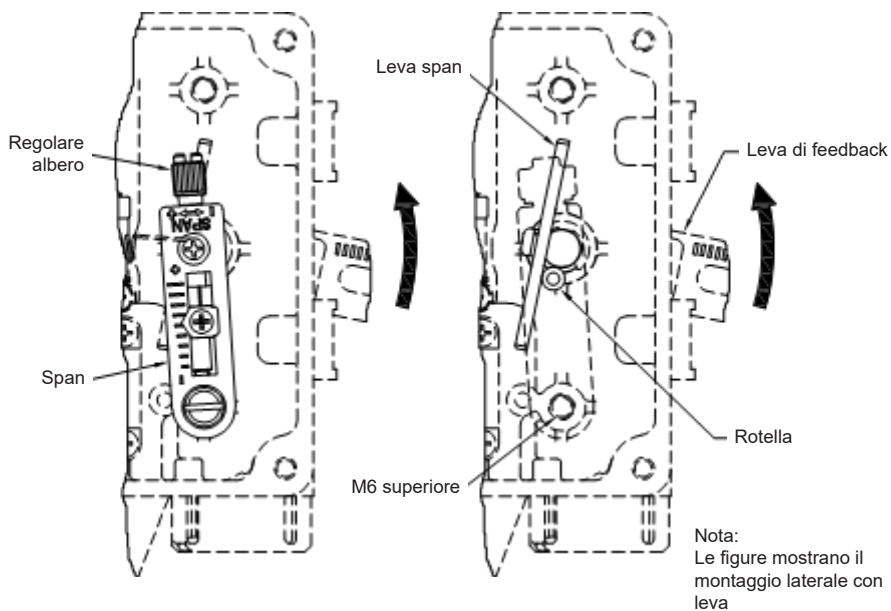

Fig. 17 Installazione span (laterale = RA, centrale = DA)
Montaggio centrale - Se l'asse dell'attuatore si sposta verso il basso quando aumenta il segnale in ingresso, montare lo "Span" sul foro del rubinetto M6 inferiore come mostrato nella Fig. 17 seguente. (DA)
2. Montaggio laterale - Se l'asse dell'attuatore si sposta verso l'alto quando aumenta il segnale in ingresso, montare lo "Span" sul foro del rubinetetto M6 inferiore come mostrato nella Fig. 17 seguente (RA)